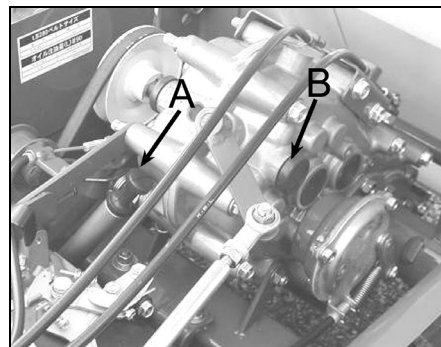

Figure 11(LS280)
Reportez-vous au manuel du propriétaire du moteur livré avec la machine. Vérifier le niveau d'huile sur la jauge (A, figure11, 12). SAE 10W30 o API SL classe.
2. Retirez le bouchon huilage (B figure11) à la hausse de l'affaire de transmission.